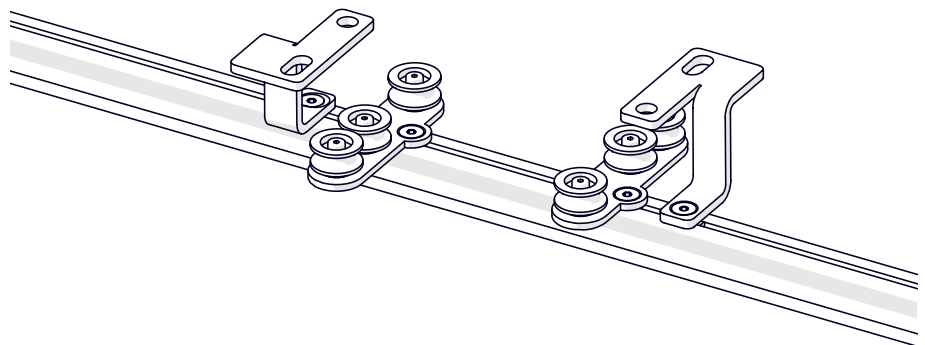

Abb. 73: Variante ⑥: Obenliegende Seilführung – Führungsrollen für Spurwechsel montieren
4. Montieren Sie weitere Seilführungen, um einen Spurwechsel einzurichten, mit dem das Seil auf die Gegenseite zur Seilklemmung gelenkt wird (folgende Abb. 73 zeigt Variante für einen zweiteiligen Vorhang und einläufigen Schienenverlauf).